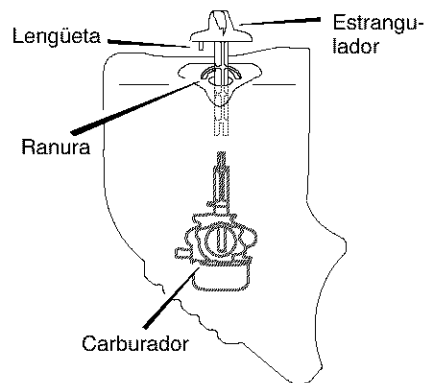

Figura 92
7. Alinee la lengüeta del estrangulador con la ranura de la cubierta protectora (vea la Figura 92).